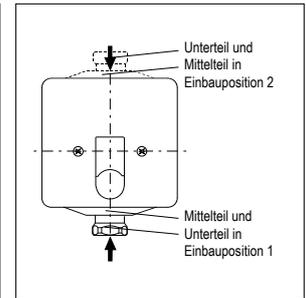

Abb. 5: Einbaupositionen
Die PLUG1 ist so zu installieren, dass die Steckeraufnahme des Oberteils nach unten zeigt (siehe *Einbaupositionen*, Abbildung 5 und 15).
13. Das Oberteil mit 2 Schrauben (3 x 20) an der Montagebox anschrauben (siehe *Einbaupositionen*, Abb. 5).